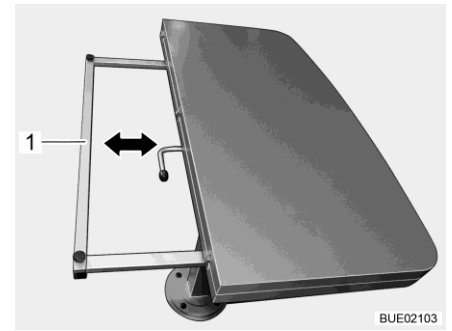

Fig. 134 Riduzione del piano del tavolo
- Tenere fermi i telai di sostegno (Fig. 134,1) sui due lati e spingerli in modo uniforme sotto il piano del tavolo fino all'arresto.